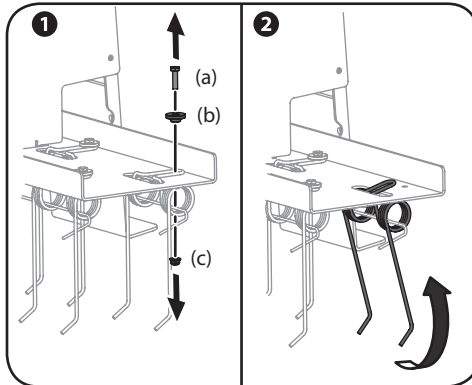

Figura 5-1
- Extraiga el tornillo hexagonal (a), el separador con reborde (b) y la tuerca (c) que sujetan el diente flexible de la parte superior de la bandeja. Vea 1 en la Figura 5-1.
- Rote el diente flexible hacia adelante. Vea 2 en la Figura 5-1.